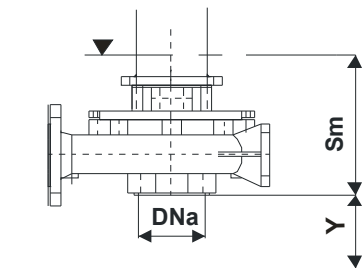

Fig. 2: Données pour calculer le niveau d' amorçage
2. Mettre en marche la pompe seulement après la plonger dans un liquide, avec le profondeur nécessaire pour accorder un amorçage approprié (voir tab.1 et fig.2).